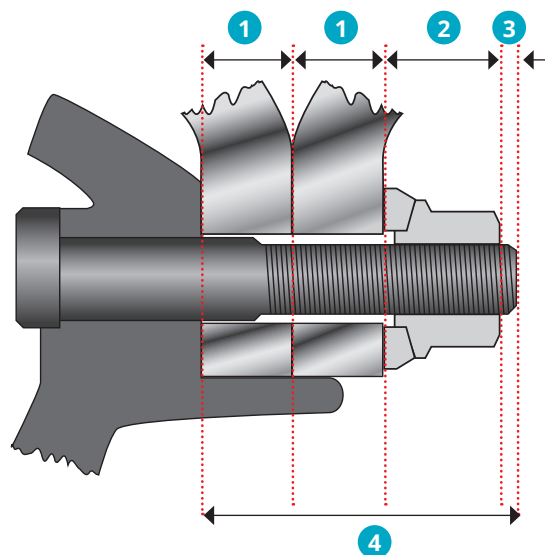

Figura 11-8
Pentru montarea dublă a proeminenței minime a prezonului necesare = 2x grosimea discului jantei Alcoa® + înălțimea piuliței standard + 2 filete complete, 3 mm** cu prezoane M22, M20 sau M18 x 1,5. Vezi figura 11-8.
- Exemplu: 2x 22,5 x 7,50 jantă Alcoa® cu o grosime a discului de 22,2 mm și o piuliță obișnuită cu flanșă din 2 piese M22 x 1,5 au ca rezultat o proeminență a prezonului de $2 \times 22,2 + 27 + 3 = 74,4$ mm. Vezi figura 11-8.